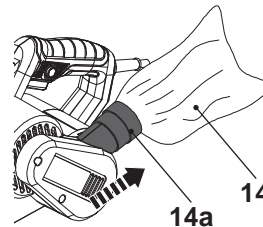

Fig. 8
3. Sujete y tire del conector de la bolsa de polvo (14a) para retirar la bolsa de polvo (14) (Fig. 8).